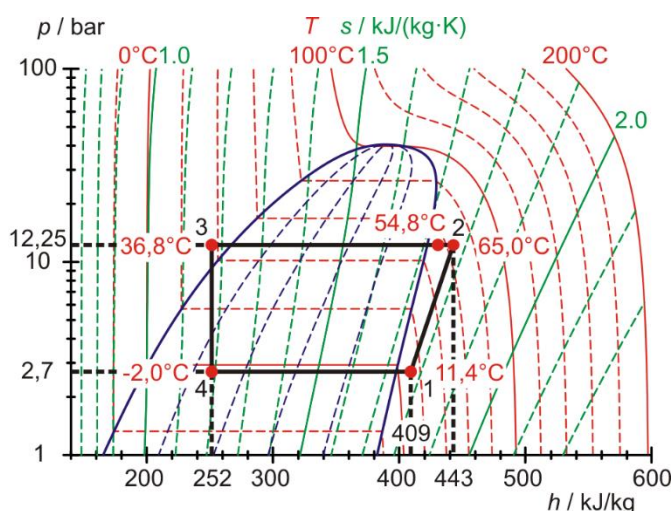

Fig. 5: Darstellung des Kreisprozesses der Wärmepumpe im Mollier-Diagramm, 15 Minuten nach Einschalten des Kompressors.
- Den Kreisprozess der Wärmepumpe mit den bei $t = 900$ s aufgenommenen Messwerten für T_1 , T_2 , T_3 und T_4 und p_3 und p_4 im Mollier-Diagramm darstellen (Tab. 1, Fig 5) und die Werte für die spezifischen Enthalpien h_1 , h_2 und $h_3 = h_4$ ablesen.